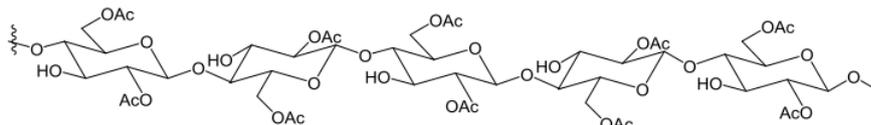
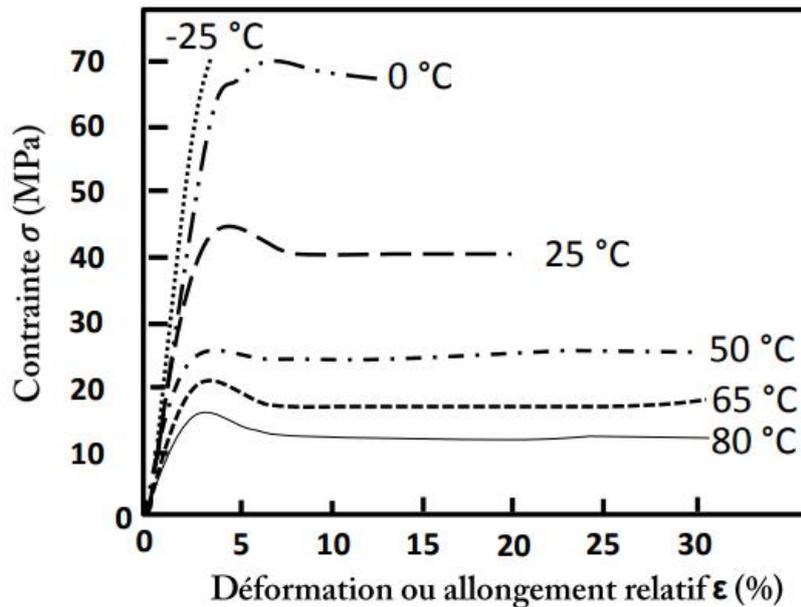

Figure 7 : Structure de l'acétate de cellulose.
Figure 8 : Courbes de traction obtenues à différentes températures dans le cas d'un polymère d'acétate de cellulose.
Une étude des propriétés mécaniques de l'acétate de cellulose, représentée sur la Figure 7, est possible grâce à l'analyse des courbes de traction. Celles-ci, obtenues à différentes températures, sont données sur la Figure 8.
- 3.6 Décrire l'évolution des propriétés mécaniques (dur, fragile, résistant, mou) et du module d'Young E de l'acétate de cellulose avec la température en s'appuyant sur la Figure 8. Indiquer pour chaque température à quel type de matériau appartient la cellulose.
- 3.7 La température T_g de l'acétate de cellulose est de l'ordre de 80 °C. Analyser la cohérence de cette valeur avec celle de la température T_g de la cellulose et l'étude de la Figure 8.